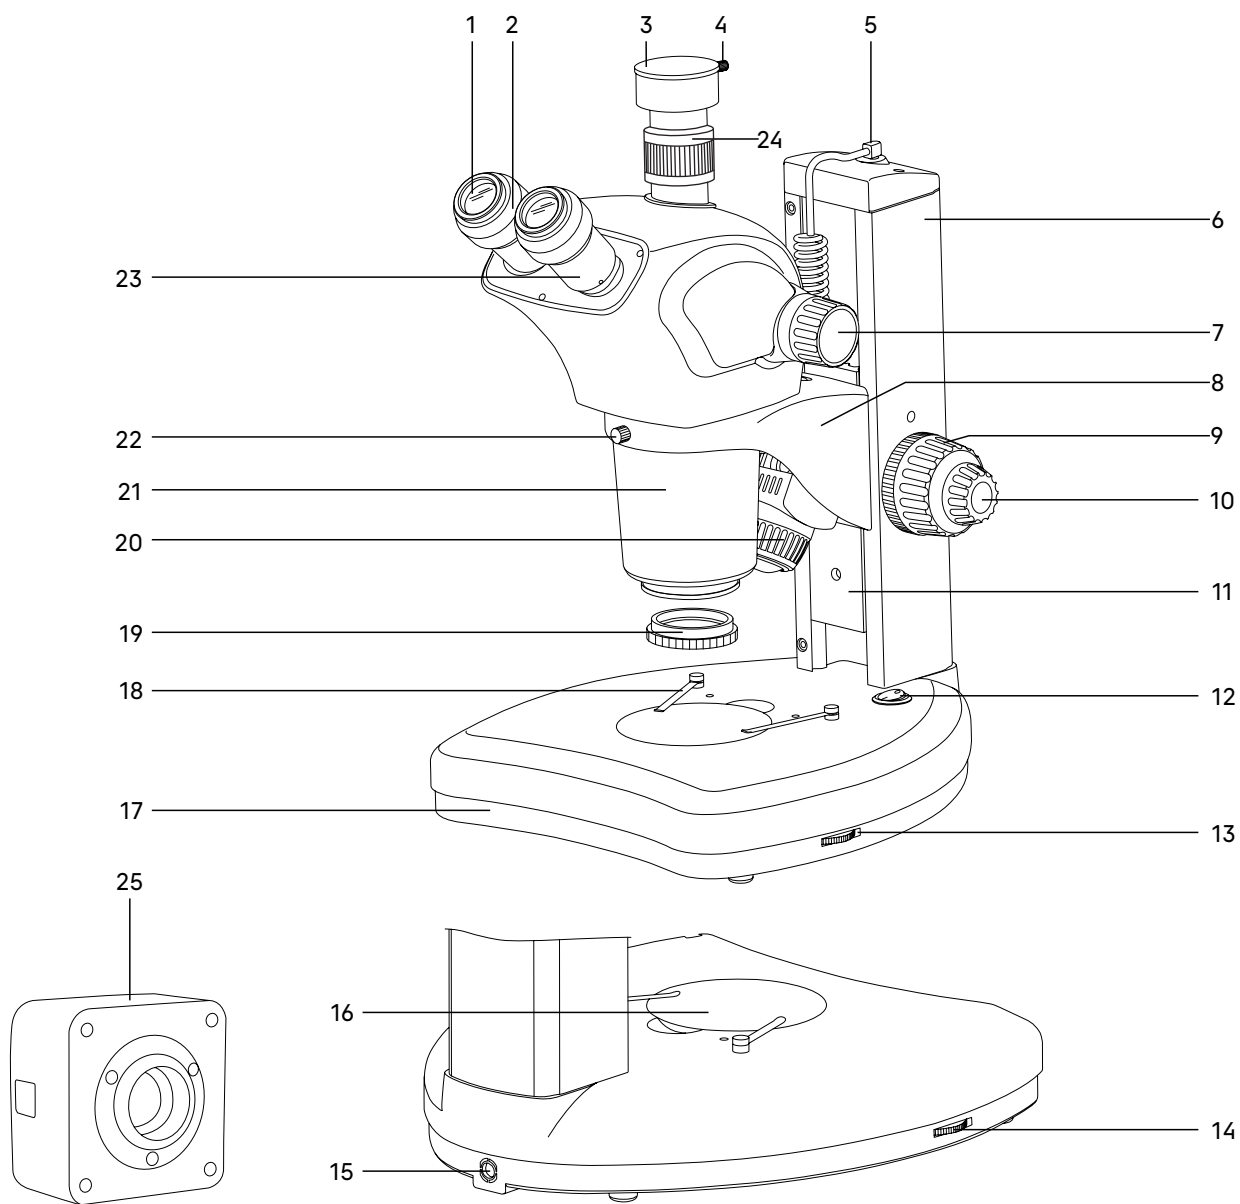

Рис. 1. Микроскоп MAGUS Stereo D9T
Полный состав микроскопа указан в разделе 7 данного руководства по эксплуатации. Общий вид микроскопа представлен на рис. 1 и 2.
Общий вид микроскопа представлен на рис. 1.
Штатив микроскопа **6** (рис.1) закреплен на основании **17** (рис. 1). Штатив несъемный.
В штативе располагается механизм фокусировки **11** (рис. 1), на который крепится кронштейн **8** (рис. 1) для установки оптической головки. Наверху штатива гнездо для подключения шнура осветителя отраженного света **5** (рис. 1)
В основании **17** (рис. 1) расположен блок питания и источник проходящего света – светодиод. Матовая пластина **16** (рис. 1) обеспечивает рассеивание света и равномерное освещение всей плоскости исследуемого объекта. Выключатель **12** (рис. 1) служит для включения и выключения источника света.
Регулировка яркости осветителя отраженного света осуществляется диском **14** (рис. 1), проходящего света – диском **13** (рис. 1).
Основание так же выполняет функцию предметного столика. Объект исследования располагают на пластине **16** (рис. 1). Пластина устанавливается в гнездо основания. Диаметр пластины – 90 мм.
При необходимости объект можно закрепить на пластине двумя прижимами **18** (рис. 1).
Фокусирующий механизм **11** (рис. 1) перемещается в штативе **6** (рис. 1), обеспечивая фокусировку на объект в соответствии с высотой объекта и рабочим расстоянием объектива.
Кронштейн **8** (рис. 1) закреплен на фокусирующем механизме. Вертикальное эффективное движение составляет 83 мм.
В кронштейн устанавливается оптическая головка и закрепляется в кронштейне винтом **22** (рис. 1). Оптическую головку можно повернуть внутри кольца кронштейна и зафиксировать в любом удобном положении.
В окулярные тубусы визуальной насадки **23** (рис. 1) устанавливаются окуляры **1** (рис. 1). Тубусы разводятся в соответствии с глазной базой наблюдателя в пределах от 53 до 75 мм.
В вертикальный тубус **24** (рис. 1) корпуса визуальной насадки (канал визуализации) для фиксации камеры устанавливается переходник C-mount. Камера **25** служит для вывода изображения на экран компьютера или монитора/телевизора.
Трансфокаторный объектив **21** (рис. 1) имеет увеличение от 0,7 до 6,3 крат и позволяет в процессе наблюдения плавно изменять увеличение в 9 раз без потери качества и с сохранением большого рабочего расстояния – 110 мм.
Увеличение микроскопа изменяется при помощи вращения рукоятки **7** (рис. 1).
Окуляры с увеличением 10х имеют линейное поле зрения 22 мм (WF 10х/22). Каждый окуляр имеет диоптрийную подвижку **2** (рис. 1). Окулярные тубусы имеют надежную конструкцию крепления окуляров, которая исключает возможность случайного выпадения окуляров при перемещении микроскопа. Окуляры закрепляются в тубусах винтами.
Осветитель косого освещения **20** (рис. 1) зафиксирован в кронштейне. Штекер осветителя устанавливается в гнездо штатива **5** (рис. 1).
- Установите пластину **16** (рис. 1). При работе с прозрачными объектами выбирайте стеклянную пластину. При работе с непрозрачными объектами выбирайте черно-белую пластину. Для повышения контраста темные объекты исследуются на белой стороне пластины, светлые – на черной стороне.
- Установите прижимы **18** (рис. 1).
- Установите оптическую головку в кольцо кронштейна **8** (рис. 1). Закрепите оптическую головку винтом **22** (рис. 1). Не следует затягивать винт слишком сильно.
- Рукоятки регулировки освещенности объекта **13** и **14** (рис. 1) установите в минимальное положение.
- Подключите шнур питания в разъем **15** (рис. 1). Включите шнур в розетку электропитания.
Установите минимальное увеличение объектива 0,75x вращением рукоятки смены увеличения 7 (рис. 1). Рукоятки находятся с двух сторон оптической головки.
Для компенсации аметропии глаз наблюдателя используйте диоптрийную подвижку окуляров. Изначально следует выставить диоптрийную подвижку на обоих окулярах на ноль, для этого вращением кольца 2 (рис. 1) совместить «0» с меткой «I».
Наблюдая в окуляр, установленный в правый окулярный тубус (при этом левый глаз закрыт), сфокусируйтесь на четкое изображение объекта. Наблюдая в окуляр, установленный в левый окулярный тубус (при этом правый глаз закрыт), и не трогая рукояток фокусировочного механизма, добейтесь резкого изображения объекта в левом окулярном тубусе вращением кольца 2 (рис. 1) диоптрийного механизма окуляра.